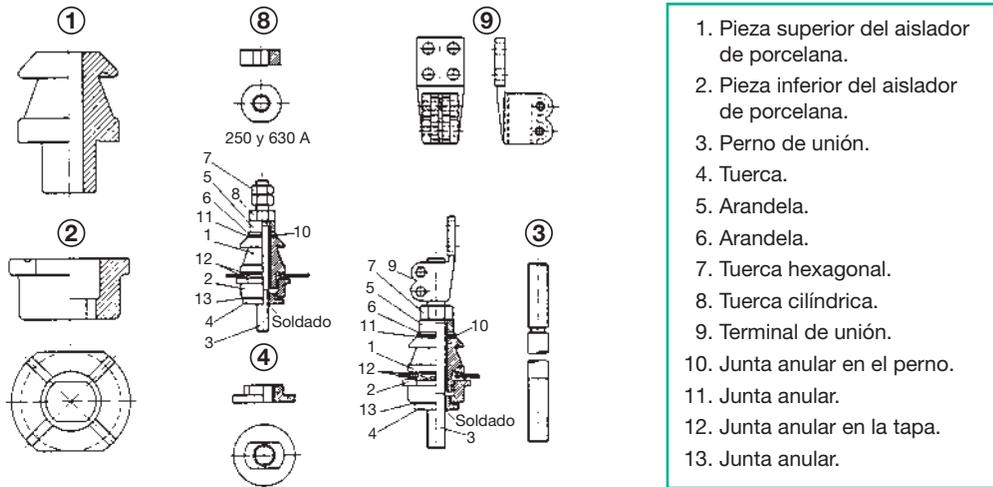

Fig. 1.50. Pasatapas de BT.
- **Pasatapas de MT.** Su función consiste en conectar las bobinas del transformador de distribución con la red de llegada de MT, para lo cual tienen que atravesar la tapa de la cuba del transformador (Fig. 1.50).
- **Pasatapas de BT.** Estos elementos se encargan de conectar las bobinas del transformador con la red de salida de BT, y por ello atraviesan también la tapa de la cuba del transformador (Fig. 1.50).